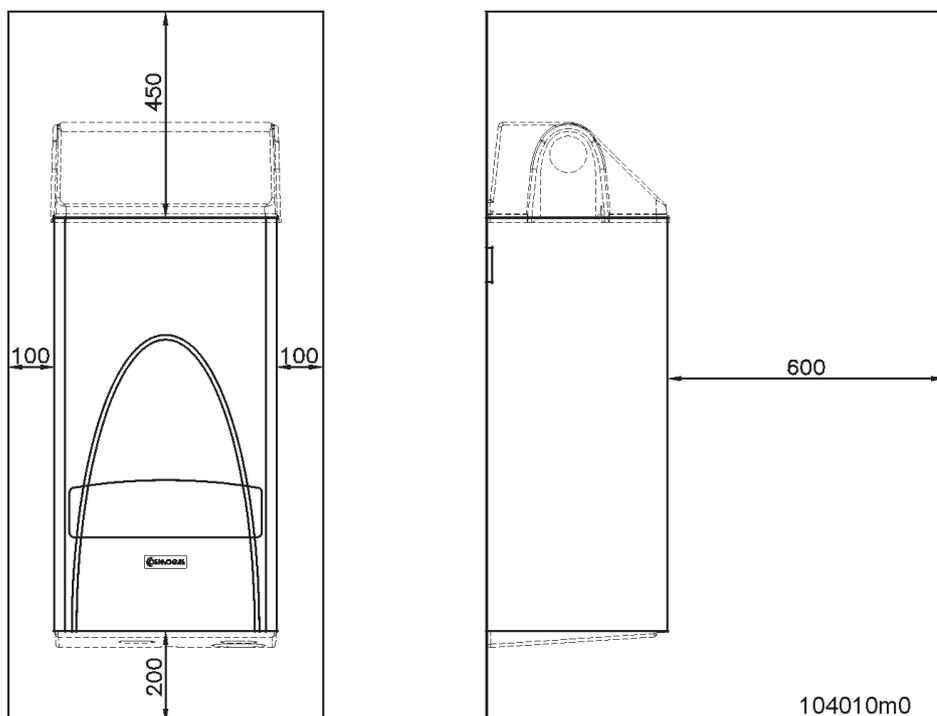

Figura 5 - Distanze minime di rispetto con "Riscaldamento 1"
- Verificare la figura 5 per quanto concerne le distanze minime di rispetto per l'installazione e la futura manutenzione.
Sia per l'installazione che per la manutenzione, è necessario lasciare degli spazi liberi attorno alla caldaia come illustrato nelle figura 5.
Se la caldaia è predisposta con "Riscaldamento 2", gli spazi di rispetto rimangono quelli di cui alla figura 5. Il circuito di "Riscaldamento 2" deve essere riportato tramite collegamenti, all'interno dell'abitazione, onde preservarlo dagli effetti degli agenti atmosferici.